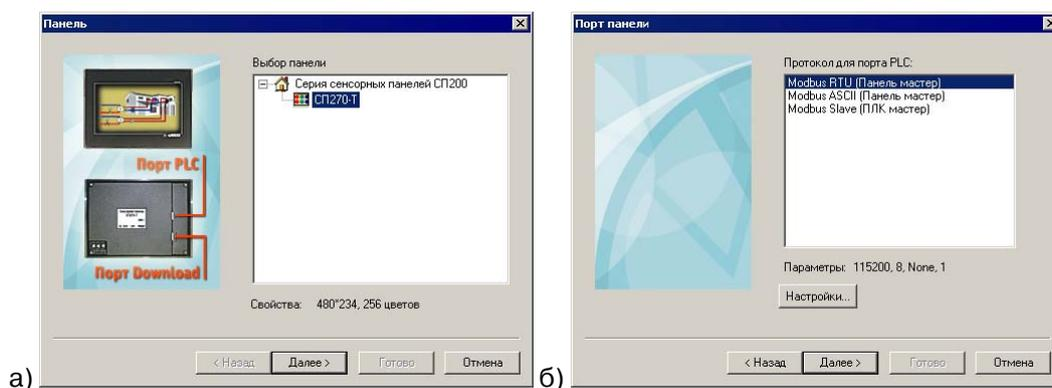

Рисунок 2
1. В окне «Выбор панели» (см. рис. 2, а) в верхней области окна следует выбрать требуемую модель панели оператора.
2. В открывшемся окне «Порт панели (протокол для порта ПЛК)» (см. рис. 2, б) в верхней области окна, в списке протоколов связи, доступных для порта ПЛК) следует выбрать требуемый протокол: «Modbus RTU (Панель мастер)», «Modbus ASCII (Панель мастер)», «Modbus Slave (ПЛК мастер)».